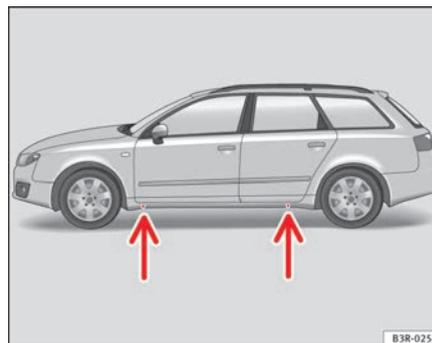

Fig. 190 Cambio de rueda: Puntos de apoyo del gato
- Busque en el larguero inferior el **punto de alojamiento** más cercano a la rueda pinchada ⇒ **página 266, fig. 190 -flechas-**.
En el larguero inferior van marcados los lugares en los que se puede apoyar el gato ⇒ **página 266, fig. 190 -flechas-**. Se ha previsto *un* lugar para cada rueda. El gato no debe colocarse en otros lugares.